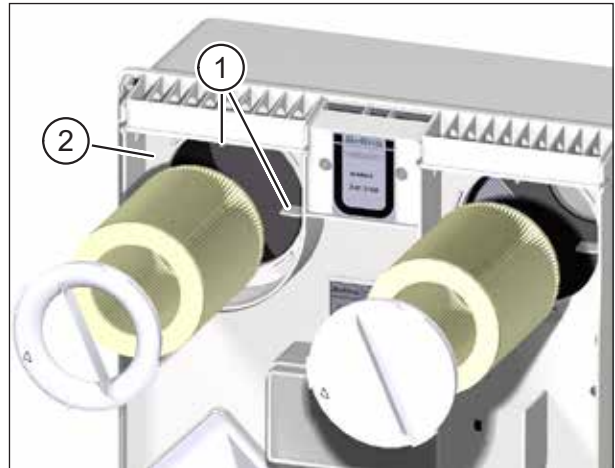

Abb. 16: Luftfilter einsetzen
- ▶ Achten Sie darauf, dass der Luftfilter in die vier Haltenasen (Pos. 1 in Abb. 16) an der Rückwand des Lüftungsgerätes gleitet.
- ▶ Setzen Sie den Filterring auf den Abluftfilter auf. Achten Sie darauf, dass der Filterring plan auf der Zwischenplatte (Pos. 2 in Abb. 16) aufliegt.